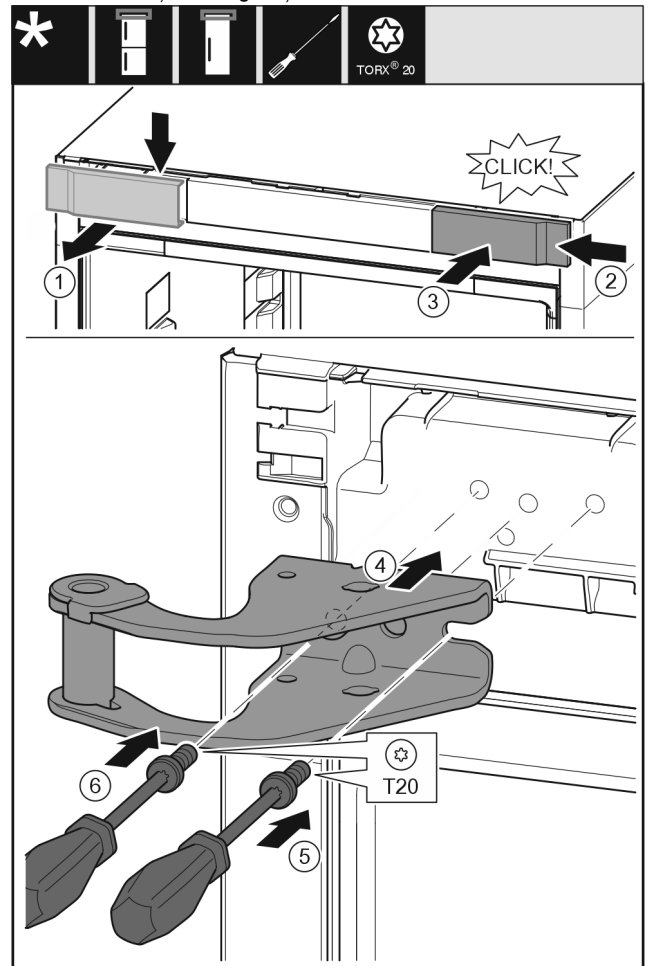

Fig. 11
- ▶ Noņemiet pārsegu no augšas uz priekšu. Fig. 11 (1)
- ▶ Iekabiniet pārsegu, pagrieztu par 180°, otrajā pusē no labās puses. Fig. 11 (2)
- ▶ Nofiksējiet pārsegu. Fig. 11 (3)
- ▶ Pielieciet augšējo gultņa balstu. Fig. 11 (4)
- ▶ Pielieciet skrūvi ar skrūvgriezi T20 un pieskrūvējiet. Fig. 11 (5)
- ▶ Ievietojiet skrūvi ar skrūvgriezi T20 un pievelciet. Fig. 11 (6)